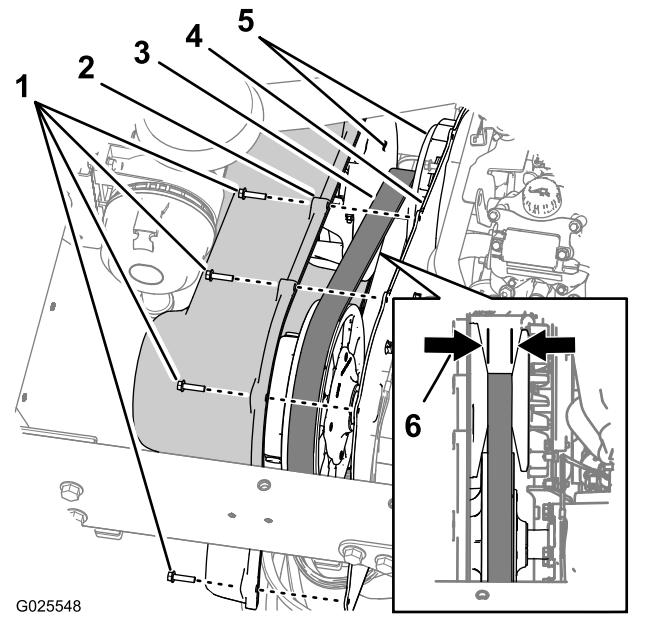

Figura 63
cubierta de la transmisión a la placa de montaje de la transmisión (Figura 63).
2. Mueva la cubierta hacia adelante hasta que pueda ver la correa de transmisión (Figura 63).
3. Inspeccione las caras cónicas del embrague primario en busca de señales de daños (Figura 63).
4. Compruebe la correa de transmisión en busca de dientes dañados o ausentes (Figura 63).
5. Mida y anote la anchura de la correa (Figura 63).
Nota: Si la anchura de la correa es de 29,5 mm o menos, cambie la correa (Figura 63).
6. Alinee los taladros de la cubierta de la transmisión con los taladros de la placa de montaje (Figura 63).
7. Sujete la cubierta a la placa de montaje (Figura 63) con los 9 pernos de cabeza hexagonal (1/4" x